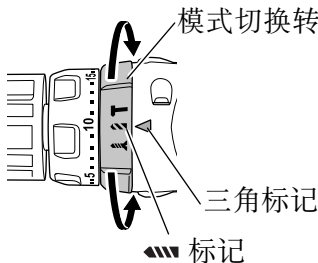

图 15
- (2) 当把本机作为钻机使用时, 请将模式切换转盘上的钻机标记“”与机身外侧上的三角标记对齐。(请参照图 15)